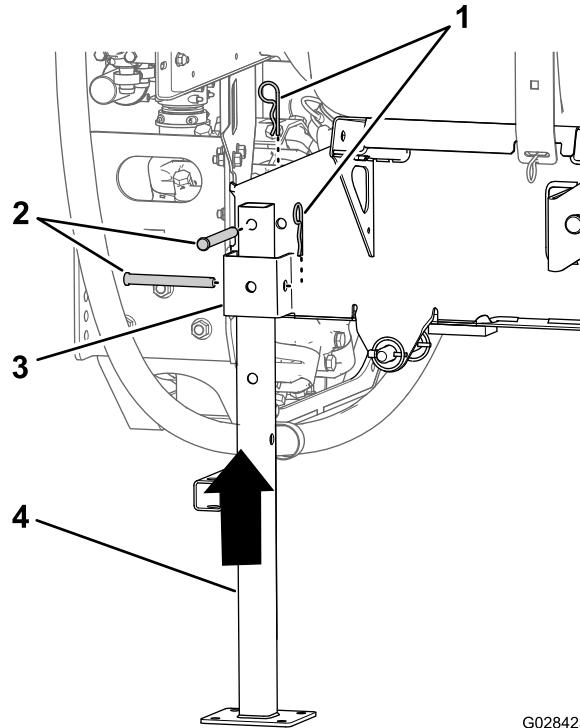

Figure 100
5. Alignez le pied de support arrière sur le logement arrière (Figure 100).
6. Alignez le trou au sommet du pied de support et le trou dans le cadre du patin de cuve (Figure 100).
7. Fixez le pied de support à son logement et au cadre au moyen de 2 axes de chape (½" x 4½") et 2 goupilles fendues (5/32" x 2⁵/₈"), comme montré à la Figure 100.